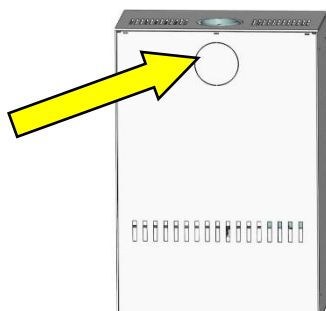
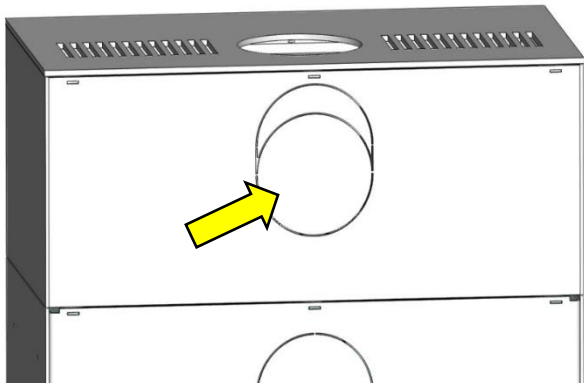

Fig. 11 : ouvrir l'orifice
Fig. 14 : ouverture rehausse
1. À l'aide d'une lame de scie à métaux, sectionner les points d'attache de l'obturateur sur la face arrière du poêle (Fig. 11).
1. À l'aide d'une lame de scie à métaux (Fig. 11), découper les points d'attache de l'obturateur sur la face arrière de la rehausse (Fig. 14).